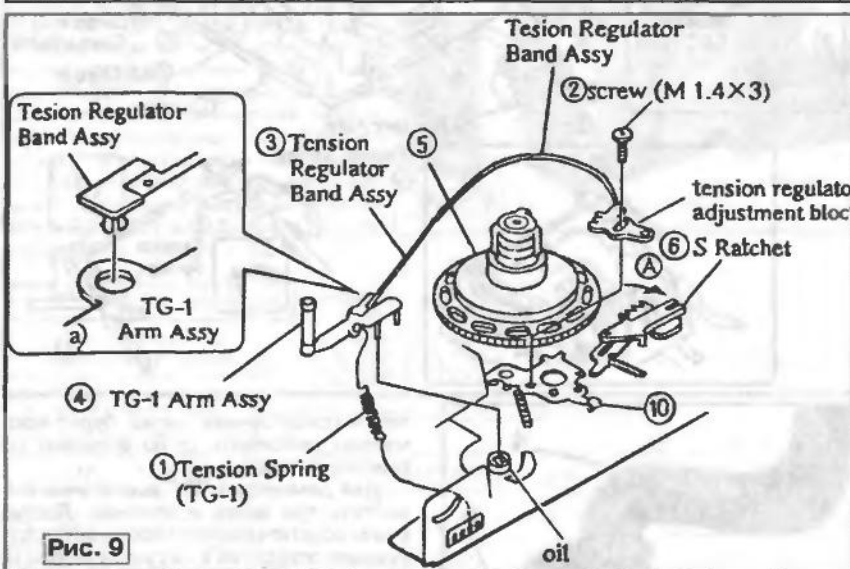

Рис. 9
В процессе эксплуатации видеокамер нередко возникает нарушение постоянства скорости протяжки ленты, вызванное загрязнением или отклеиванием фетровой полоски ленточного тормоза узла обратного натяжения подающего подкатушника. Этот узел демонтируют, ориентируясь на рис. 9. Сначала удаляют пружину узла натяжения 1 (787). Затем, предварительно отметив иглой положение первого наконечника ленточного тормоза 3 (tension regulator adjustment block) на пластине RVS arm 10 и удалив винт 2, снимают наконечник с пластины. Повернув храповик 6 в направлении стрелки А, удаляют ленточный тормоз с подающего подкатушника 5 (777). При этом необходимо соблюдать осторожность, чтобы не повредить очень тонкую металлическую пластину ленточного тормоза. Далее снимают рычаг 4 с подвижного шасси LS и вынимают из него втулку второго наконечника крепления ленточного тормоза (рис. 9, а). И наконец удаляют подающий подкатушник 5, освободив три защелки в его верхней части.